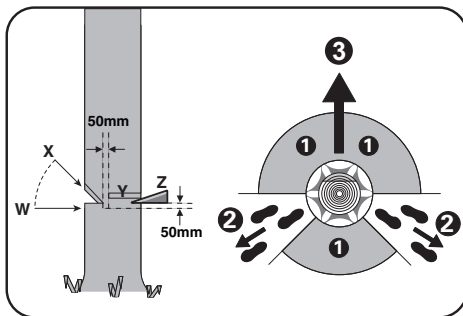

Fig. 1
Il convient de prévoir et de dégager un chemin d'évacuation autant que nécessaire avant de commencer les coupes. Il convient d'étendre le chemin d'évacuation vers l'arrière et en diagonale à l'arrière de la ligne prévue de chute, comme représenté à la Figure 1.
Effectuer l'entaille sur 1/3 du diamètre de l'arbre, perpendiculairement au sens de la chute, comme représenté à la Figure 1. Effectuer d'abord la coupe d'entaille horizontale (W). Cela permet d'éviter le pincement de la chaîne coupante ou du guide-chaîne lors de l'exécution de la seconde entaille (X).
Réaliser le trait d'abattage (Y) à un niveau supérieur d'au moins 50 mm à la coupe d'entaille horizontale, comme représenté à la Figure 1. Maintenir le trait d'abattage parallèle à la coupe d'entaille horizontale. Réaliser le trait d'abattage de façon à laisser suffisamment de bois pour servir de charnière. Le bois de charnière empêche le mouvement de torsion de l'arbre et sa chute dans la mauvaise direction. Ne pas effectuer de coupe au travers de la charnière.
Lorsque l'arbre commence à tomber, retirer la scie à chaîne de l'entaille, arrêter le moteur, poser à terre la scie à chaîne, puis emprunter le chemin d'évacuation prévu (2). Être vigilant aux chutes de branches au-dessus de la tête et faire attention à vos appuis. (Voir Fig. 1)